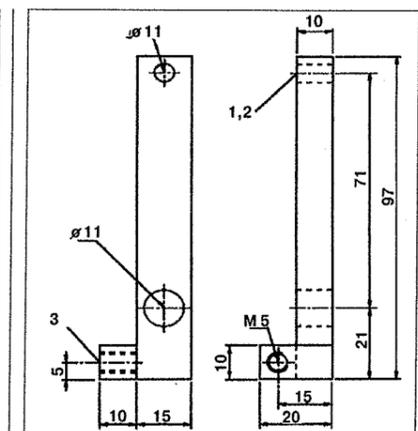

Рис. 4.69. Установочное устройство для установки микровыключателя ТНВД:
4. Присоедините установочное устройство к передней части ТНВД. Установочное устройство для установки микровыключателя ТНВД представлено на рис. 4.69. Для его установки вставьте болт 1 с гайкой 2 в сквозное отверстие. Болт 1 предназначен для присоединения устройства к ТНВД. Вкрутите болт 3 в резьбовое отверстие M5. Болт 3 предназначен для точной регулировки продольного рычага.